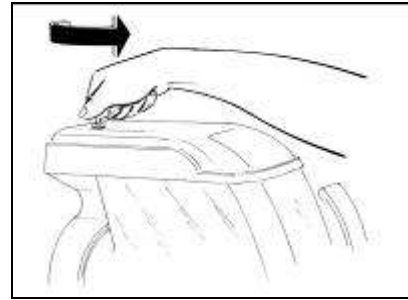

Fig. 10
- Dopo aver rimosso il fermo attraverso l'apposita chiave (fig.10), rimuovere prima il coperchio di sicurezza, poi il sotto coperchio come mostrato in figura 11.